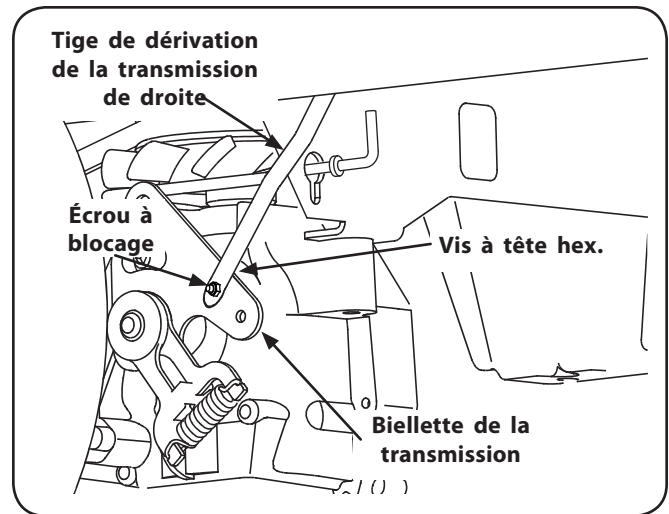

Figure 7-9
4. Si une seule roue tourne, localisez la tige de dérivation de la transmission sous le châssis, juste en avant de la roue arrière. Si les deux roues tournent, localisez les deux tiges de dérivation. Voir la Figure 7-9.